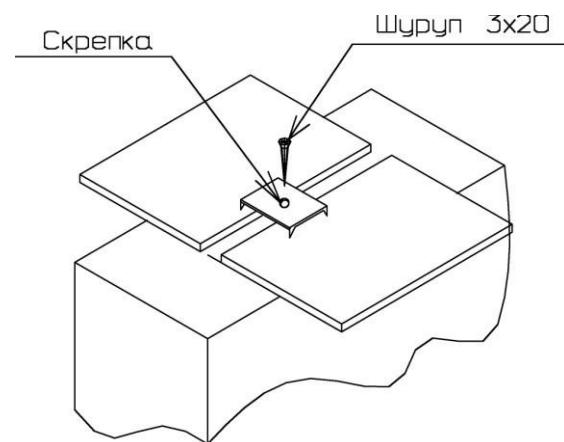

Рис. 2
3. Собранный корпус проверить на прямоугольность, сравнивая диагонали (их длины должны быть равны). Закрепить задние стенки в месте стыка с помощью шурупов 3x20мм и скрепок (рис.2 и рис.3). Установить мебельные уголки, закрепив их комплектными шурупами (рис.3).